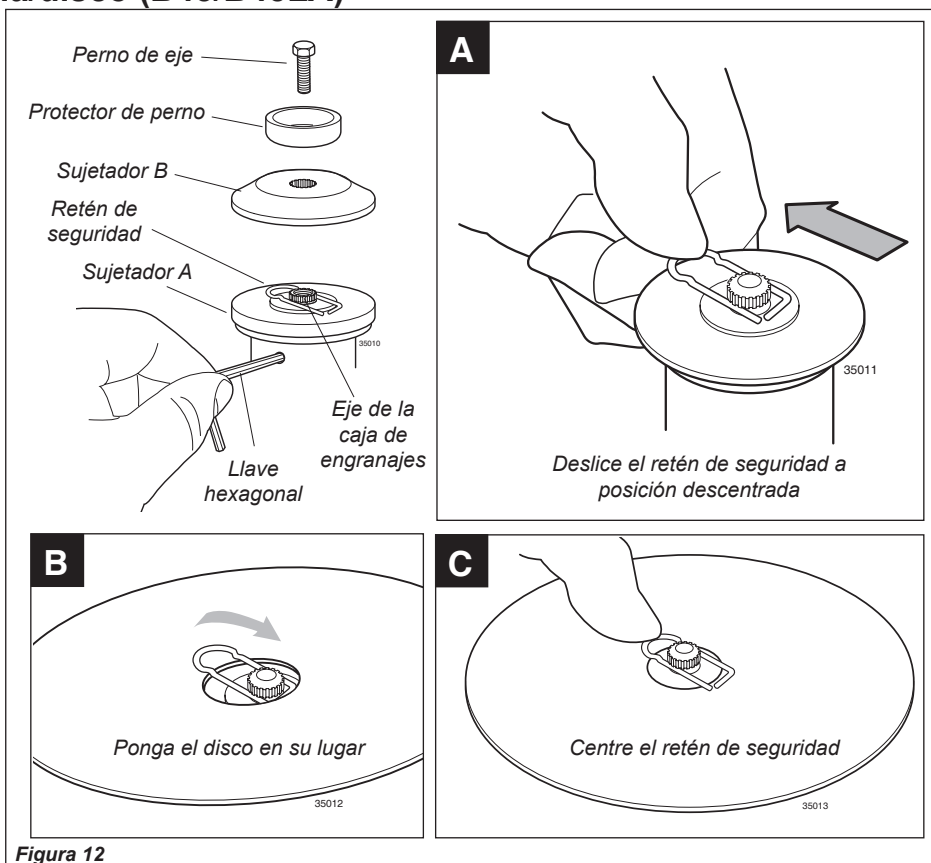

Figura 12
1. Con el eje de salida de la caja de engranajes cara arriba, gire el eje de cambios y el sujetador A hasta que la muesca en el sujetador A se alinee con la muesca en el borde de la caja de engranajes, y luego asegure el sujetador a la caja insertando el lado más largo de la llave hexagonal a través de ambas muescas. Consulte la figura 12.
2. Retire el perno del eje, el protector del perno y el sujetador B. Consulte la figura 12.
3. Deslice el retén de seguridad fuera del centro del eje. Consulte la figura 12-A.
4. Deslice el disco sobre el retén de seguridad y sobre el borde del sujetador A. Consulte la figura 12-B.
5. Asegure el disco en el eje centrando el retén de seguridad. Consulte la figura 12-C.